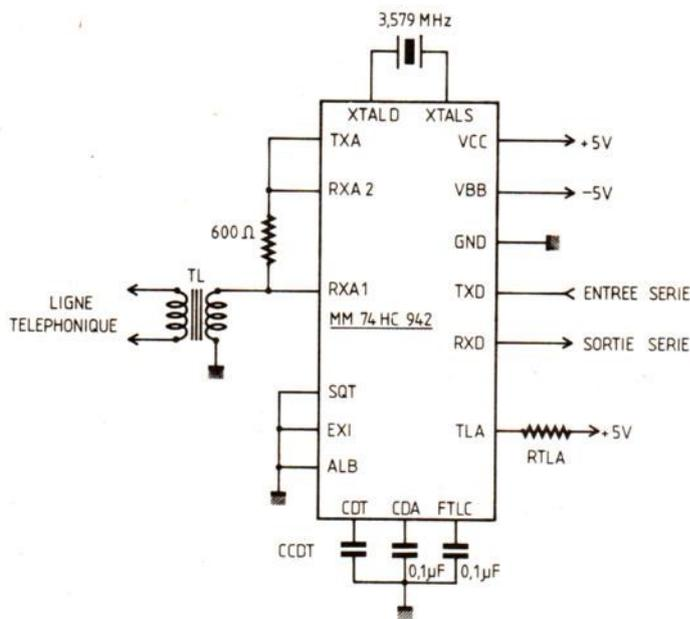

FIGURE 2. - Exemple de mise en œuvre du modem MM74HC942 en couplage direct.
Un exemple typique d'utilisation de ces circuits vous est proposé figure 2 ; il est difficile de faire plus dépouillé. Les composants externes se résument à 2 résistances, 1 quartz, 3 condensateurs et le transformateur de couplage à la
– RXA2 et RXA1 sont les entrées du duplexeur interne qui doivent être utilisées comme sur l'exemple de la figure 2 ;
– GND (942) ou GNDA (943) est la ligne de masse du modem pour le MM74HC942 et la masse analogique pour le MM74HC943. Dans ce dernier cas, elle doit être ramenée à une tension de 2,5 V par rapport à la masse au moyen d'un pont de résistances très bien découplé en alternatif ;